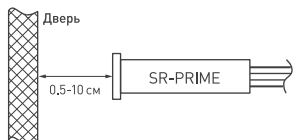

Рисунок 2. Установка датчика SR-PRIME DOOR
- Датчик DOOR должен быть смонтирован так, чтобы дверь в закрытом положении находилась на расстоянии 0,5–10 см от лицевой стороны датчика (рис. 2). Свет будет включаться при открывании двери и выключаться при ее закрывании. Для лучшего отражения ИК-сигнала от черных поверхностей наклейте на дверь небольшой отражающий элемент.